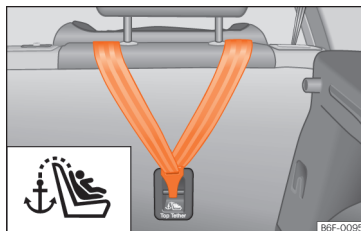

Abb. 42 Rückseite der Rückbank: Halteösen für den Top Tether Haltegurt.
- Den Haltegurt verschieben und ordnungsgemäß an der Verankerung des hinteren Teils der Rücklehne befestigen »» (Abb. 42).